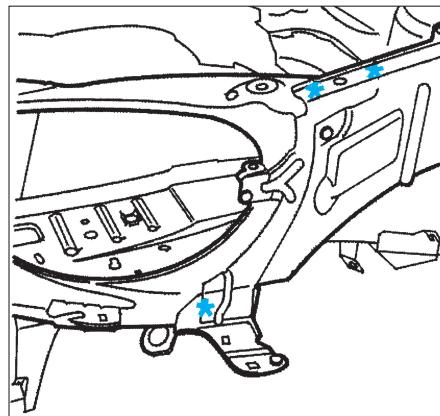
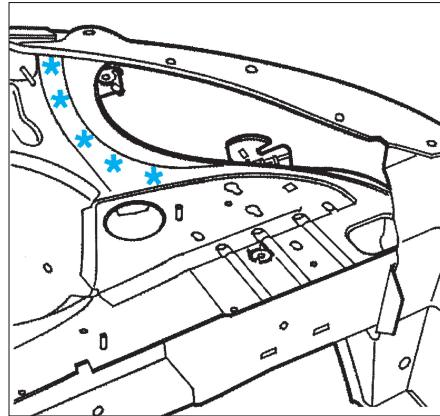

FIG. 2
FIG. 3
- par fraisage des points (Fig.2) et (Fig.3),